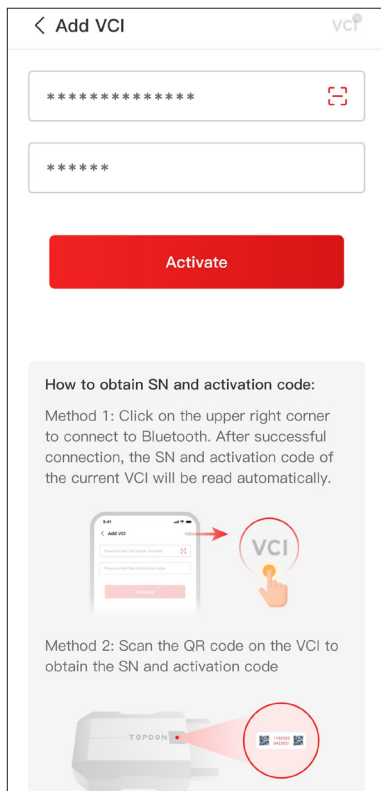

Figura 3-7
④ Selecione seu dispositivo na lista de dispositivos Bluetooth pesquisados.
⑤ Após uma conexão Bluetooth bem-sucedida, o número de série (SN) e o código de ativação do VCI serão lidos automaticamente. Em seguida, toque em **Ativar** (ver Figura 3-7).